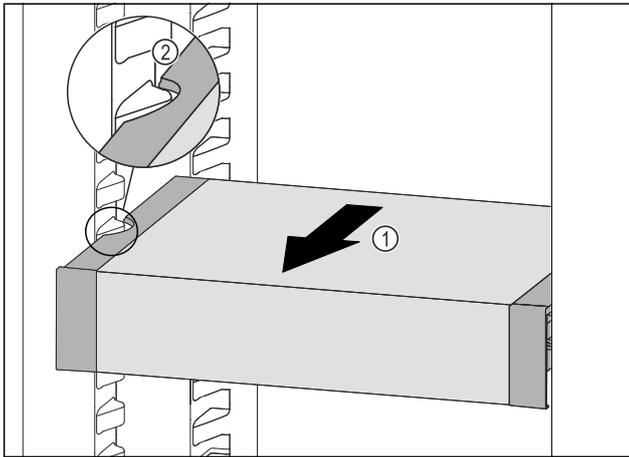

Fig. 101
- ▶ Потягнути VarioSafe вперед Fig. 101 (1), поки бокові заглиблення VarioSafe не опиняться на рівні ребра для ємності в охолоджувальному відділенні. Fig. 101 (2)